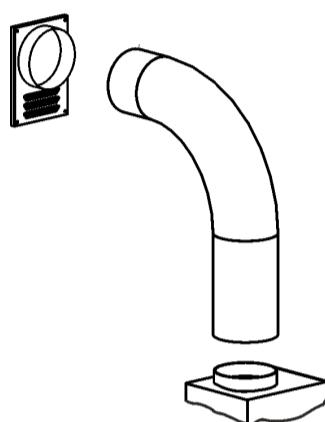
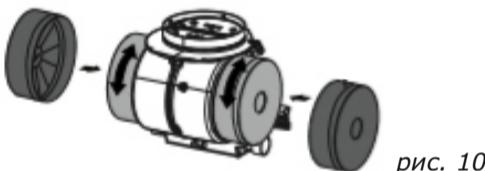

рис. 9
рис. 10
6.2 В зависимости от режима эксплуатации кухонной вытяжки соедините вентилятор с вентиляционной решеткой (рис. 9) полужестким гофрированным воздуховодом (либо его аналогом) или установите угольные фильтры (п.6.3, рис. 10).
- угольные фильтры (рис. 10) устанавливаются на защитные решетки корпуса вентилятора;